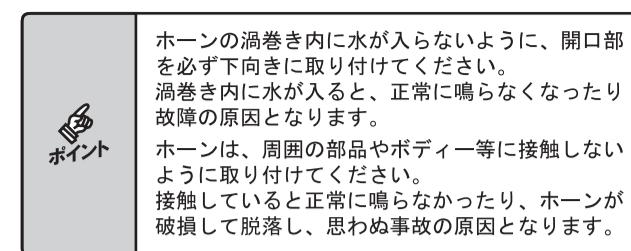

図4
⑥ホーンの渦巻きの開口部を下向きにし、周囲の部品やボディー等に接触しないよう、付属のボルト・ナットで確実に固定してください。(図4参照)